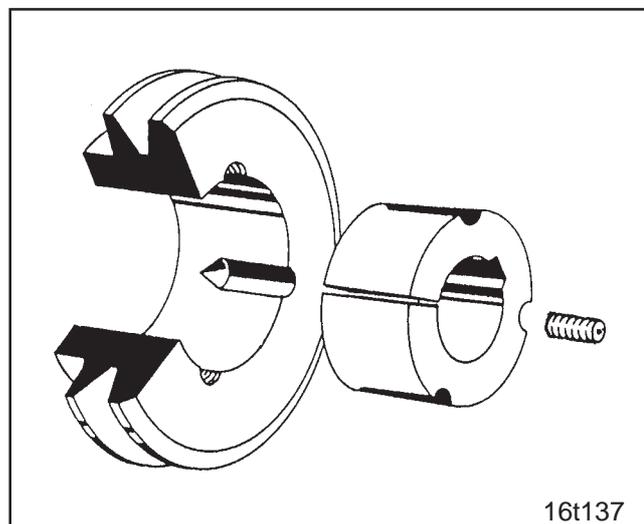

Fig. 6.23
- Dévisser complètement l'un des goujons fileté et vissez-le dans le trou d'extraction (fig. 6.23).